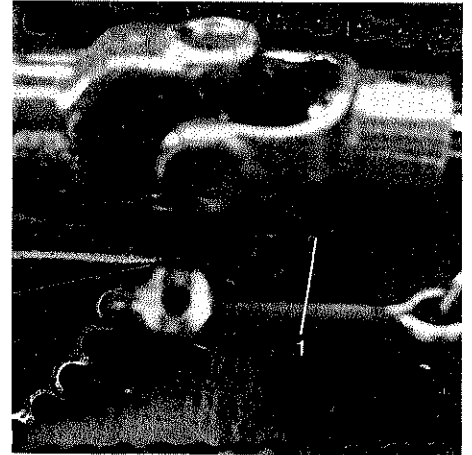

Abb. 18
Zum Spannen der Antriebskette wird das Hauptgetriebe verschoben. Hierzu sind die drei Befestigungsschrauben vom Getriebe von vorne durch die Gelenkwellenöffnung zu lösen. Mit der Spannschraube (1) Abb. 18, wird die Kette dann gespannt.